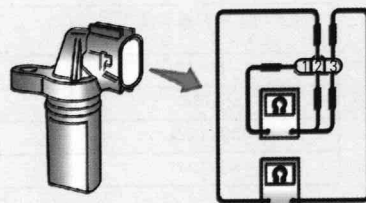

图3-9 曲轴位置传感器的检测
- 5) 如图3-9所示, 检查电阻, 检测值如表3-3所示。